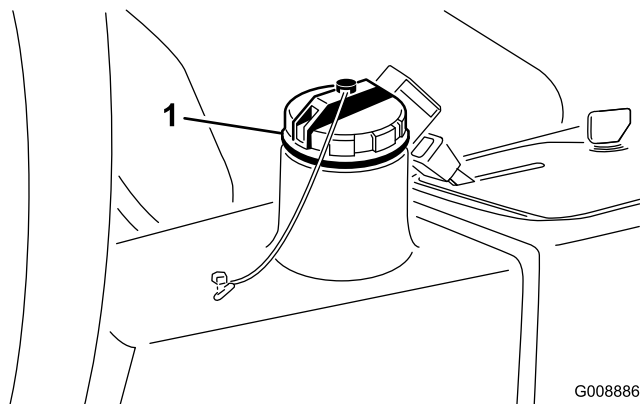

Figure 64
3. Remplissez le réservoir (Figure 64) d'environ 13,2 litres d'huile hydraulique ; voir Contrôle du système hydraulique.